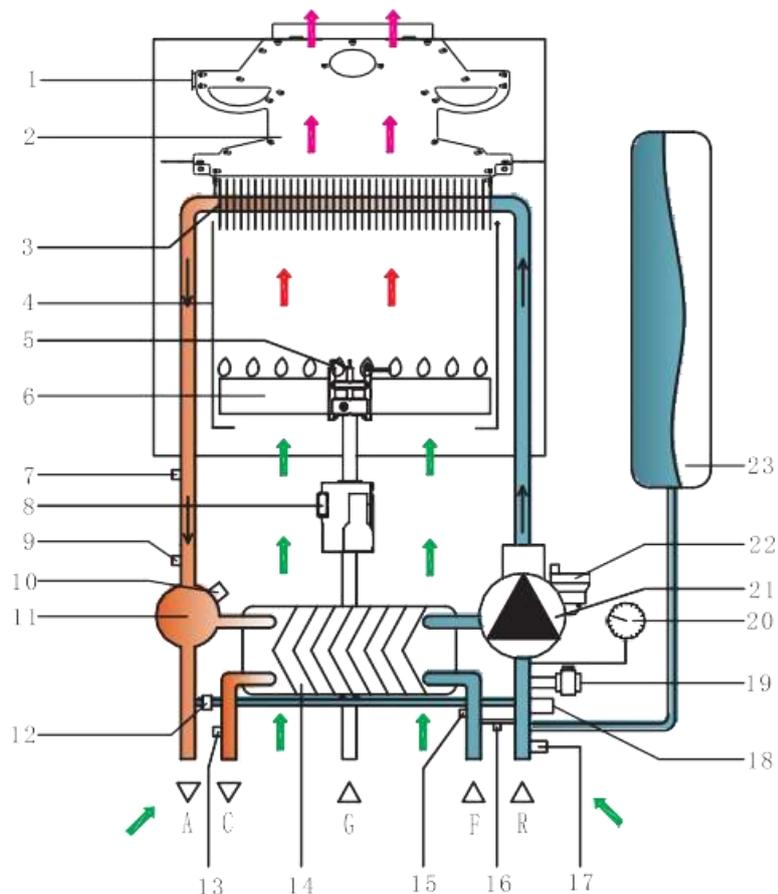

Рис. 3
3.7 Принципиальная схема циркуляции теплоносителя (Рис. 3)